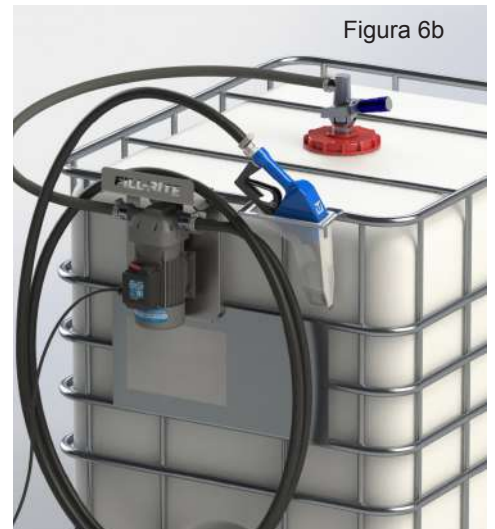

Figura 6b
8. Enrolle la manguera de descarga alrededor del soporte de la bomba detrás del reborde Fill-Rite. La instalación final debe verse como la imagen a continuación (Figura 6b):